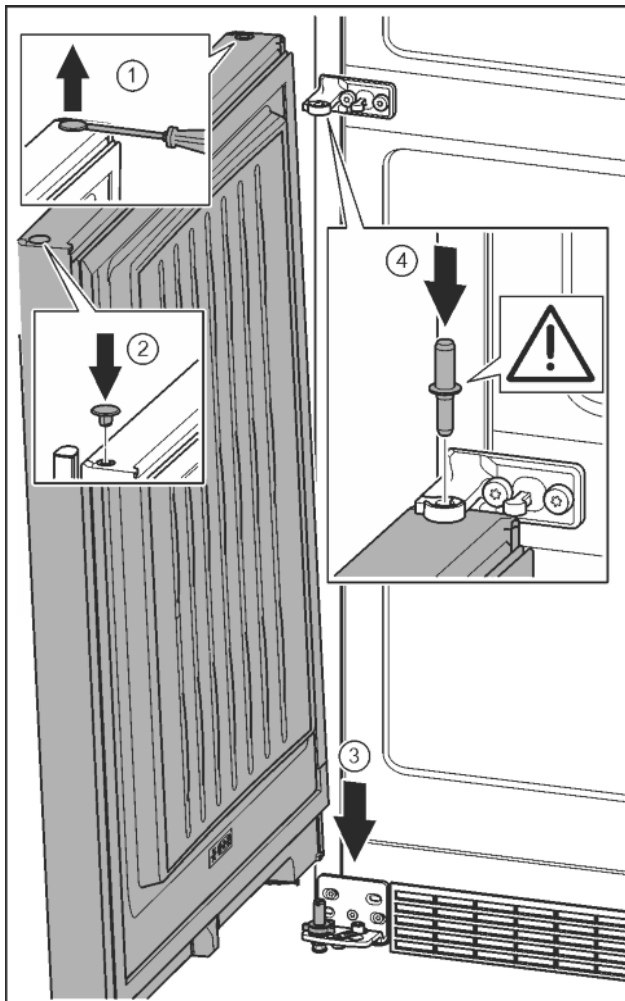

Fig. 22
- ▶ Stopfen vorsichtig mit einem Schlitzschraubendreher anheben und herausziehen. Fig. 22 (1)
- ▶ Stopfen auf der anderen Türseite wieder einsetzen. Fig. 22 (2)
- ▶ Tür von oben auf den unteren Lagerbolzen aufsetzen. Fig. 22 (3)
- ▶ Lagerbolzen Mitte durch Lagerbock Mitte in die untere Tür einsetzen. Dabei darauf achten, dass der Rastnocken nach hinten zeigt. Fig. 22 (4)